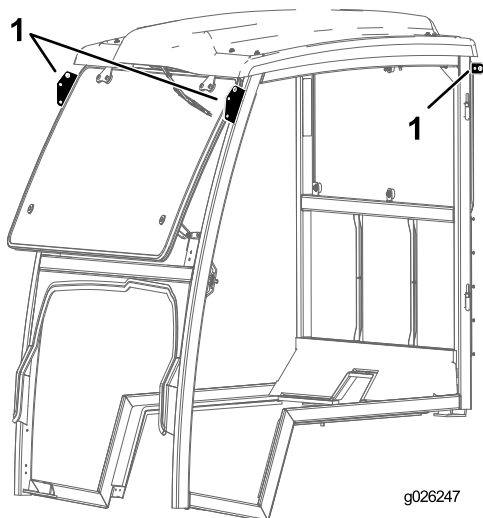

図 31
5. 吊り上げポイント部分でキャブを吊り上げて機体の上に降ろす 図 31。